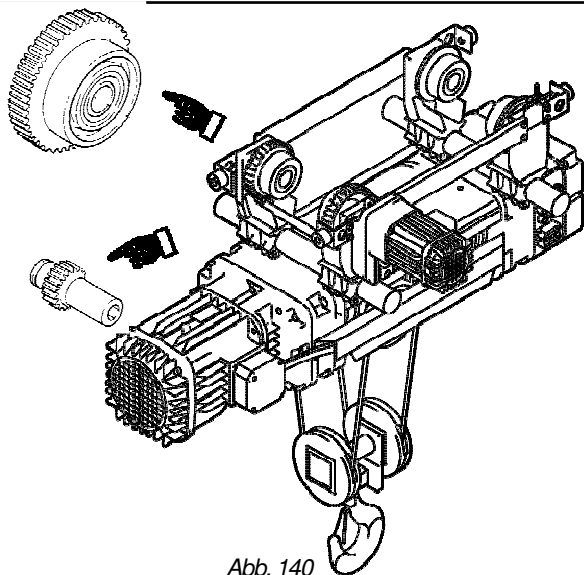

Abb. 140
**Vierteljährliche Überprüfung der Räder, Ritzel und Führungsrollen (Abb. 140):**